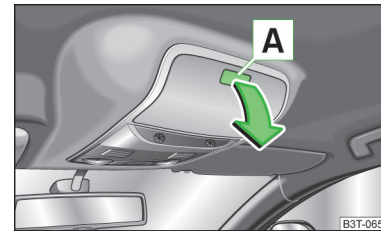

Abb. 90
- Die Taste **A** » Abb. 90 drücken.
» Abb. 90, bis er hörbar einrastet.